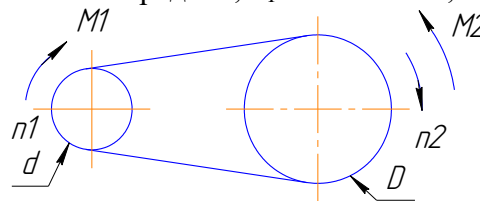

Рис. 4
4. В ременной передаче (рис. 4) с клиновым ремнем определить:  $D$  – расчетный диаметр большего шкива,  $M_1$  – момент на валу меньшего ведущего шкива диаметром  $d=100$  мм.  $U=3$  – передаточное число передачи,  $n_1=900$  об/мин,  $M_2=10$  Нм.